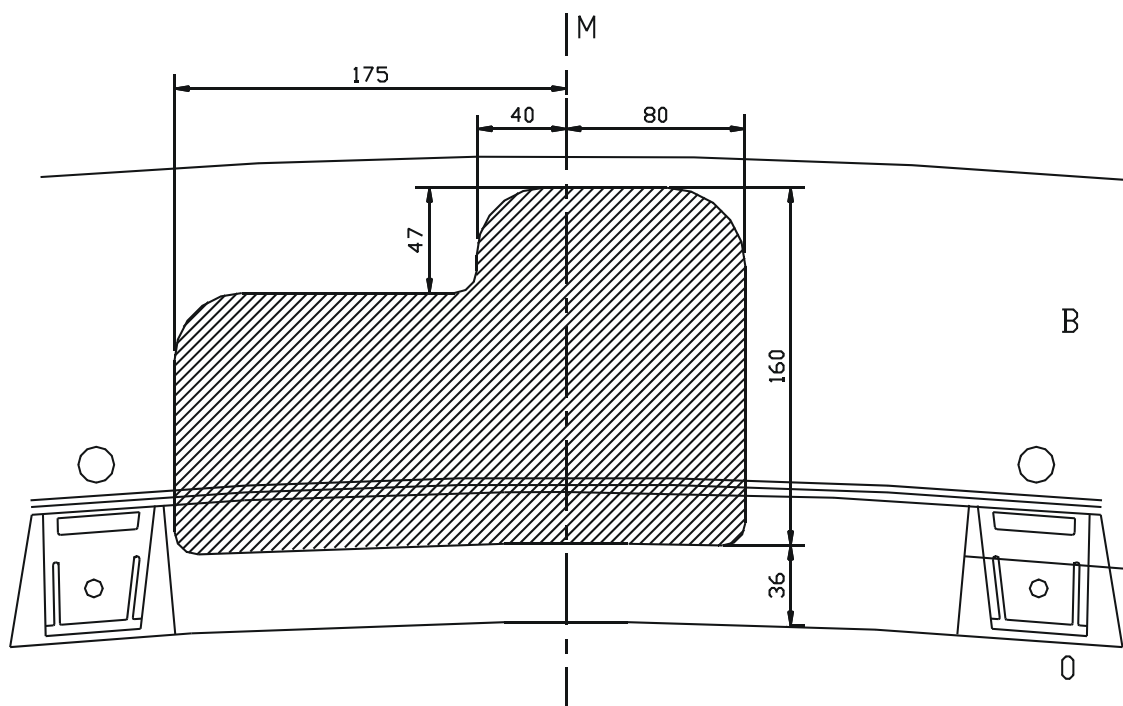

Fig. 2 - T36
Voor de afneembare trekhaak T36 zie fig. 2
- 2) Monter la plaque de prise avec le boulon M12x30, placer une rondelle de nylon entre la plaque de prise et le pied et une entre la plaque de prise et l'écrou de sûreté M12 (figure 2). Visser l'écrou de sécurité, mais de façon à ce que la plaque de prise puisse être déplacée.
- 2) Mount the plug plate with bolt M12x30, place the nylon washer in between the plug plate and the fastening support of the tow bar (figure 2). Screw in the security nut but make sure that the plug plate can still move.